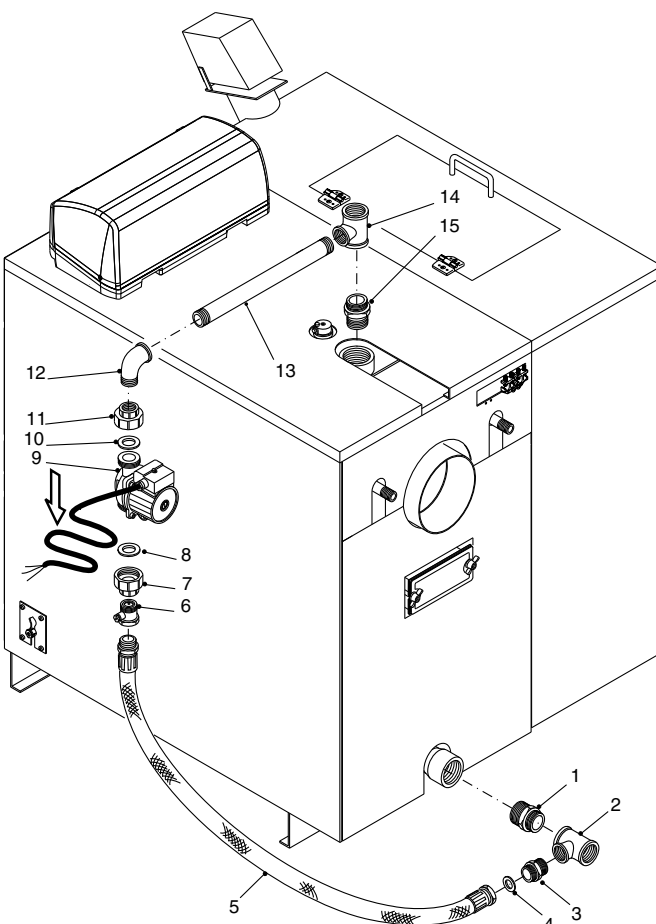

fig. 10
**La pompa di ricircolo in caldaia, fornita in kit optional in due allestimenti, base o con valvola termostatica Oventrop, dovrà essere collegata come indicato rispettivamente in fig. 10 e 11.**